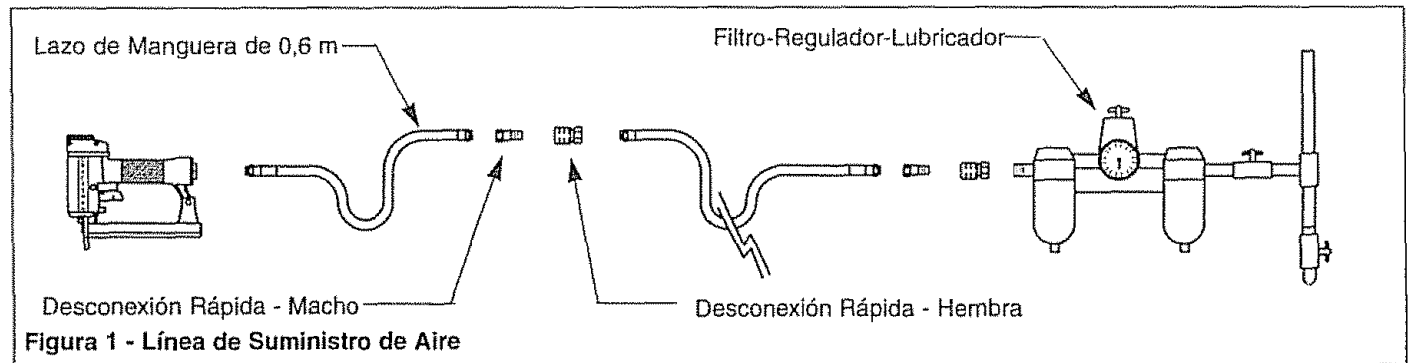

Figura 1 - Línea de Suministro de Aire
Refiérase a la Figura 1 (página 9).
- Se requiere un sistema de filtro-regulador-lubricador, el cual se debe colocar tan cerca de la herramienta como sea posible (vea la Figura 1). Recomendamos una distancia no mayor a 4,6 m.